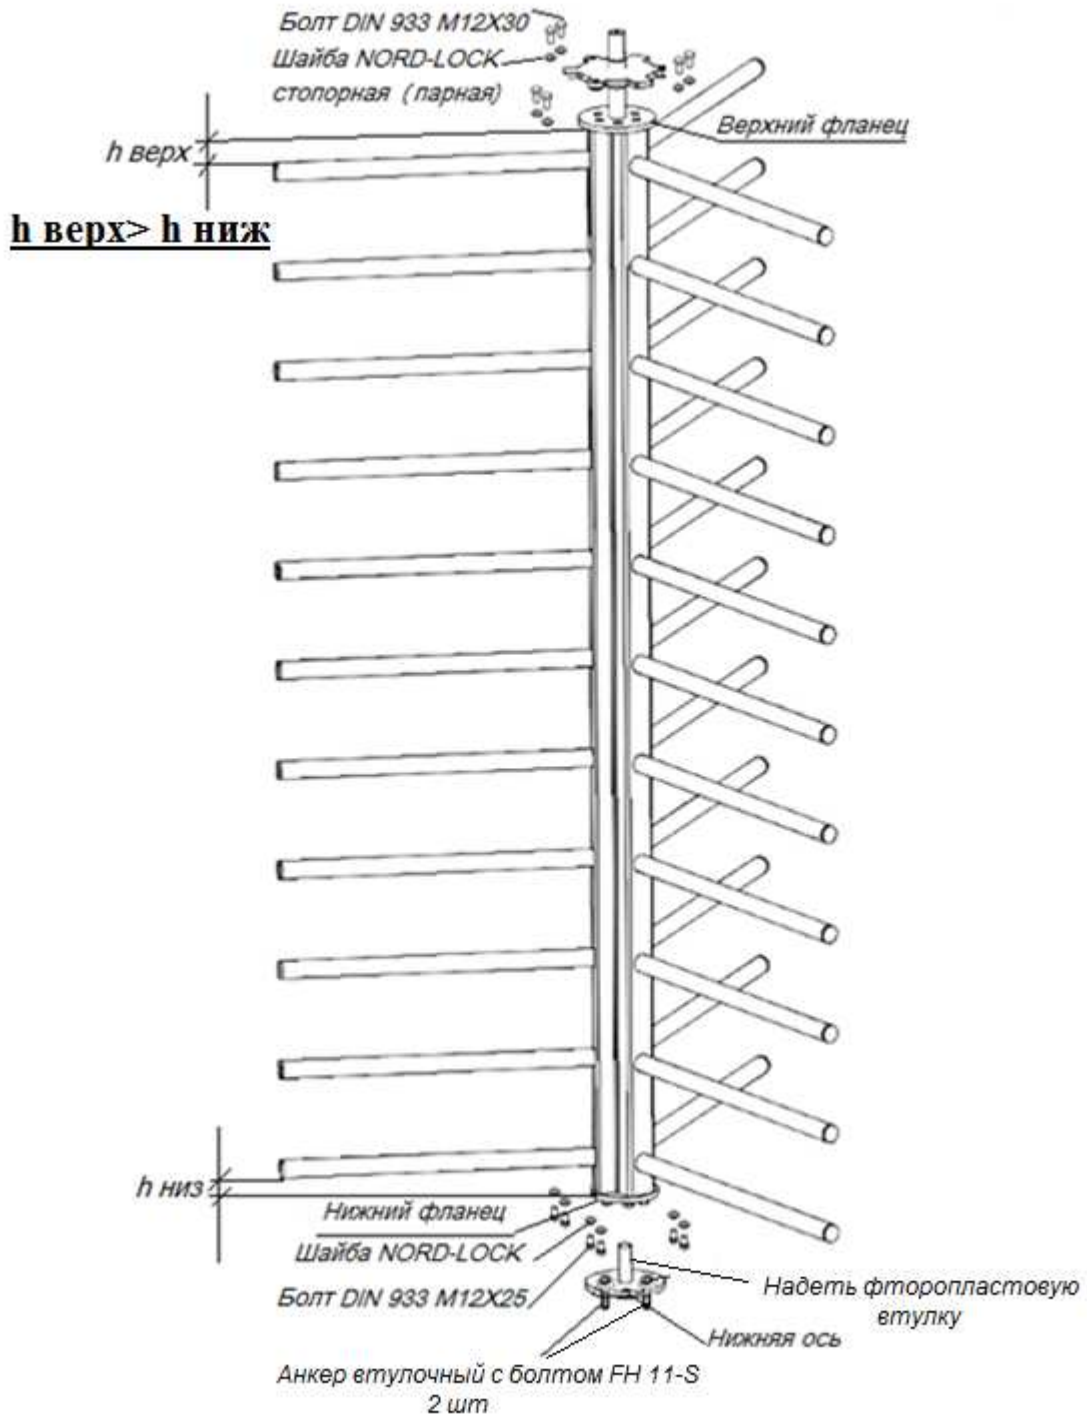

Рис. 10. Сборка роторной калитки.
4.2.11. Соберите подвижные элементы турникета (роторную калитку) рис. 10.